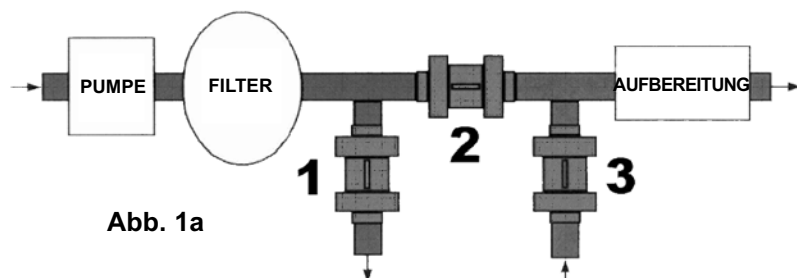

Abb. 1a
- Die Schieber 1, 2 und 3 so weit wie möglich öffnen (Abb.1a).
- Bei Bedarf den Durchsatz mit den Schiebern 1 und 3 regulieren (Abb.1a)
Die Pumpe durch Schließen der Schieber 1 und 3 (**Abb. 1a**) vom Hydraulikkreis des Schwimmbads trennen und Schieber 2 so weit wie möglich öffnen (**Abb. 1a**).